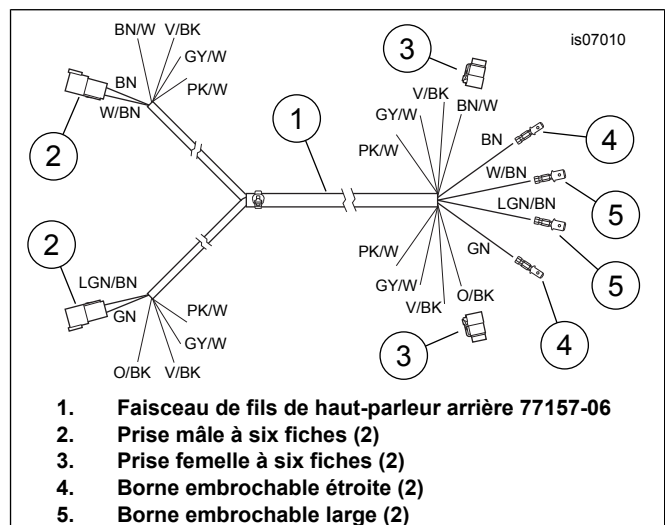
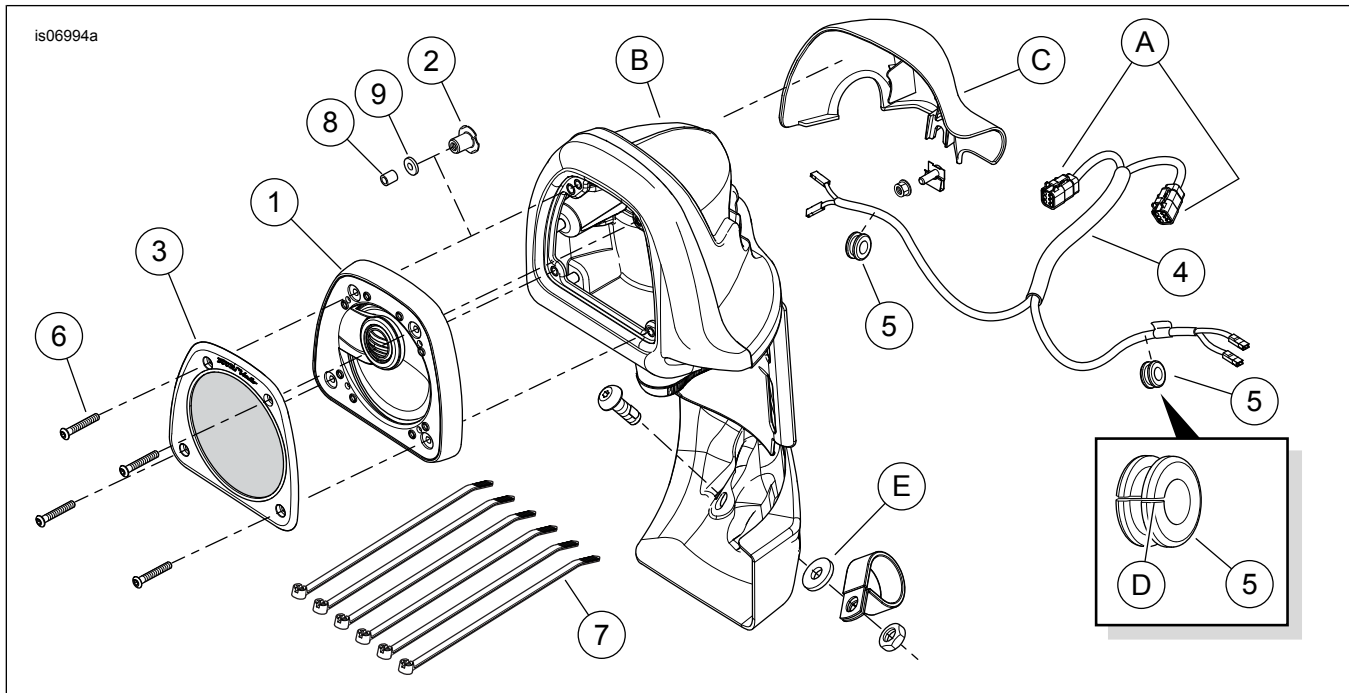

Figure 3. Faisceau de fils, entre le haut-parleur de carénage inférieur et l'amplificateur monté à l'arrière
Figure 4. Pièces détachées, haut-parleurs Boom! Audio de carénage inférieur
2. **Modèles équipés de carénages inférieurs** : Voir Figure 4. Retirer les carénages inférieurs (B) en suivant les instructions du manuel d'entretien. Jeter les rondelles en caoutchouc (E) se trouvant au bas du carénage.
6. Sur la face arrière de la boîte à gants, mesurer environ 25 mm (1.0 in) latéralement (8) et 12 mm (0.5 in) vers le haut (9) à partir du rebord (zone ombrée) du capot du carénage inférieur, puis percer un trou de 9,5 mm (3/8 in) (10) dans la paroi intérieure de la boîte à gants.
8. Voir Figure 4. Prendre le faisceau de fils (4) de carénage inférieur du kit.
9. Prendre le carénage inférieur de gauche ou de droite. Voir Figure 4, encart. Fendre (D) l'un des œillets (5) du bord extérieur au trou central et le poser sur les fils appropriés (côté gauche ou droit) du faisceau de fils du carénage inférieur (4), à environ 100 mm (4.0 in) au-delà du départ du conduit, à l'extrémité comportant deux bornes femelles.
2. **Branchement des connecteurs des haut-parleurs de carénage inférieur :** Voir Figure 4. Assortir les couleurs des fils des cavités 5 et 6 des prises femelles à six fiches (A) sur le faisceau de fils (4) de carénage inférieur à celles des prises mâles à six fiches [41A] et [42A] du faisceau de fils de radio ou du faisceau supplémentaire Non-Ultra. Connecter les prises femelles des haut-parleurs droit et gauche aux prises mâles appropriées. **Avec faisceau de fils de radio et PAS d'amplificateur avant : Avec faisceau de fils de radio ET un amplificateur avant :** Introduire les quatre fils à terminaison dans le connecteur [149B] du faisceau de fils d'amplificateur. Consulter les instructions du kit d'amplificateur Boom! Audio.
Voir Figure 3. Un faisceau de fils de haut-parleur arrière (élément 1, n° de pièce 77157-06), deux bornes embrochables de 4,8 mm (0.19 in) (élément 4, n° de pièce 72438-06), deux bornes embrochables de 6,4 mm (0.25 in) (élément 5, n° de pièce 72446-06) et six serre-câbles (n° de pièce 10006) seront nécessaires.
8. Connecter les prises mâles (Figure 3, élément 2) du faisceau de fils de haut-parleur arrière aux prises femelles (Figure 4, élément A) du faisceau de fils de haut-parleur de carénage inférieur. Passer à « **CONNEXION DES FAISCEAUX DE FILS DE CARÉNAGE INFÉRIEUR** », au début de ces instructions pour les références de couleurs de fils, puis passer aux étapes 3 et 4 de cette section.